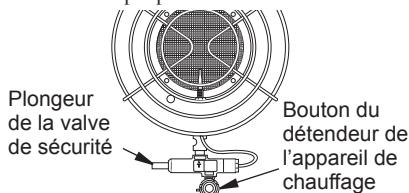
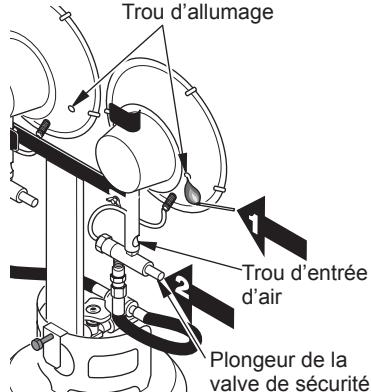

Figure 4
Figure 5
- Tourner le bouton du détendeur de l'appareil de chauffage dans le sens antihoraire, jusqu'à la position "fort" (HI) (voir fig. 4).
- Repérer le trou d'allumage sur le dessous du brûleur (voir fig. 5). Tenir une allumette enflammée sous le trou d'allumage. Enfoncer le plongeur de la valve de sécurité (voir fig. 4 et 5). Le brûleur doit s'allumer. La grille du brûleur devient rouge lorsqu'il est allumé. Une fois le brûleur allumé, continuer à maintenir enfoncé le plongeur de la valve de sécurité pendant 10 à 30 secondes, jusqu'à ce que l'appareil de chauffage reste allumé.